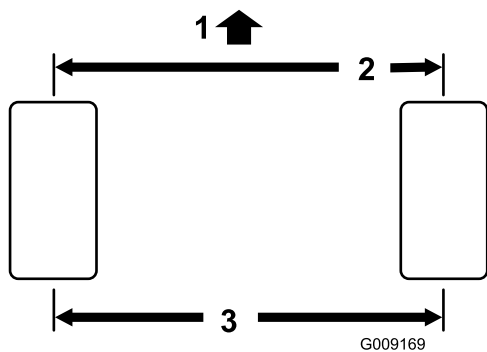

Figura 55
2. Meça a distância de centro a centro (à altura do eixo) na zona dianteira e traseira dos pneus da direção (Figura 55).